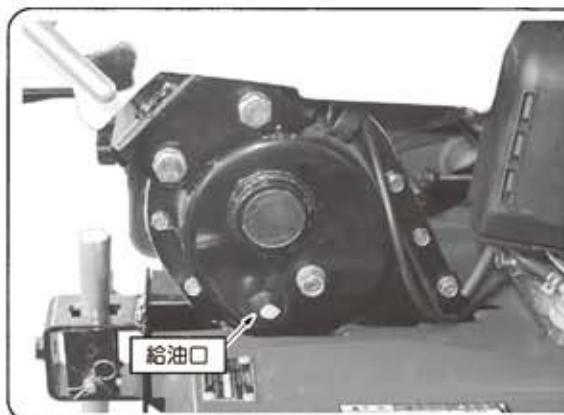

図31
- ②トランスミッションの給油口の注油栓を外してください。(図31)
- ③汚れたオイルが完全に無くなったら、ドレンプラグを確実に締付けてください。
- ④機体を水平にもどしてください。
- ⑤給油口からミッションオイルSAE90番をゆっくりと流し込んでください。
- ⑥注油栓を確実に挿入してください。